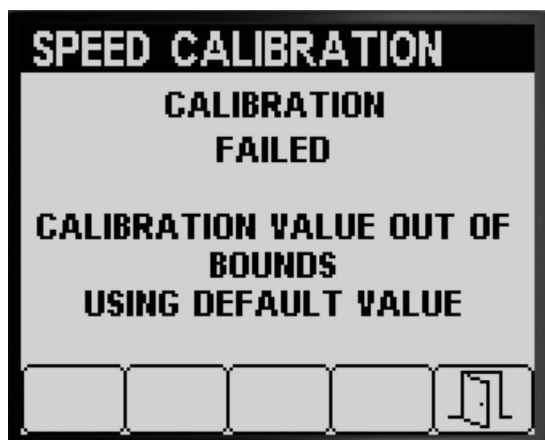

Bild 69
- In einer Meldung wird angegeben, dass die Geschwindigkeitskalibrierung fehlgeschlagen ist (Bild 69).
Hinweis: Wenn der Kalibrierungswert außerhalb der Grenzwerte liegt (Bild 69), wenden Sie sich an den offiziellen Vertragshändler von Toro. Prüfen Sie sonst die Fehlermeldung und wiederholen Sie die Kalibrierungsschritte in Vorbereiten der Geschwindigkeitskalibrierung (Seite 24) und Durchführen der Geschwindigkeitskalibrierung (Seite 25).
5. Drücken Sie die Taste 5, um den Bildschirm „Geschwindigkeitskalibrierung“ zu beenden (Bild 68 und Bild 69).